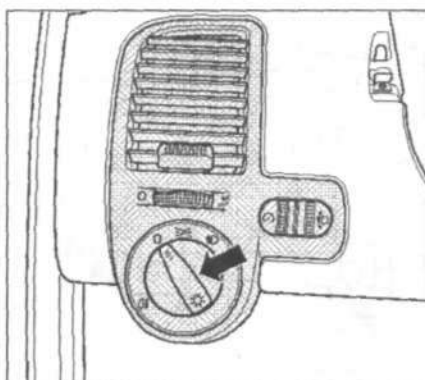

Рис. 13.57. Нажмите на ручку выключателя освещения (стрелка), прокрутите его по часовой стрелке, и извлеките его.
10. Нажмите на ручку выключателя освещения (стрелка), прокрутите его по часовой стрелке, и извлеките его (рис. 13.57).